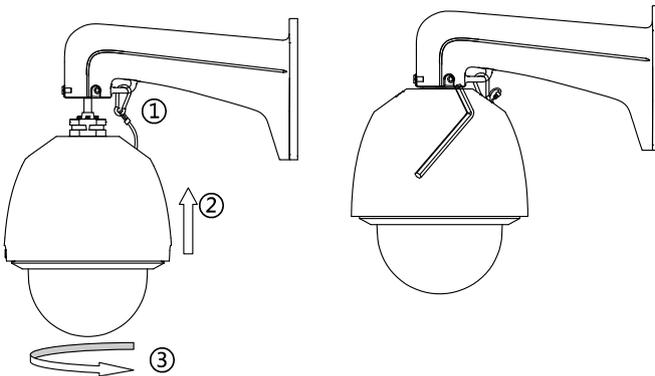

Abbildung 1-6 Installation der Kamera
1. Hängen Sie das Sicherheitsseil an die Kamera und haken Sie es dann wie in Abbildung 1-6 gezeigt an der Halterung ein (links).